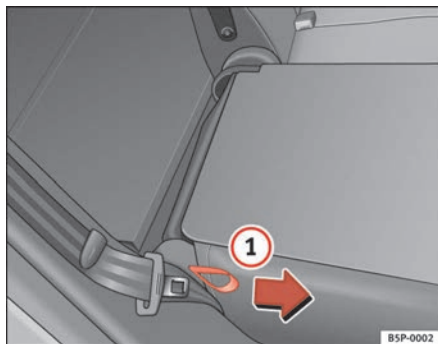

Abb. 99 Umklappen bzw. Aufrechtstellen der Rück-
- Ziehen Sie die seitliche Zugschleife am Sitz ⇒ Abb. 99 ① in Pfeilrichtung und klappen Sie die Lehne hoch, bis sie einrastet.